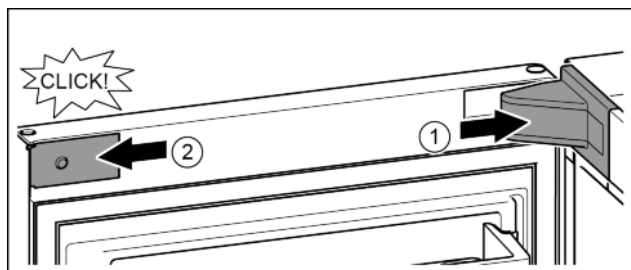

Fig. 19
- ▶ Așezați capacul suportului de lagăr și fixați în poziție, după caz, despărțiți cu precauție prin apăsare. Fig. 19 (1)
- ▶ Aplicați și fixați în poziție masca. Fig. 19 (2)